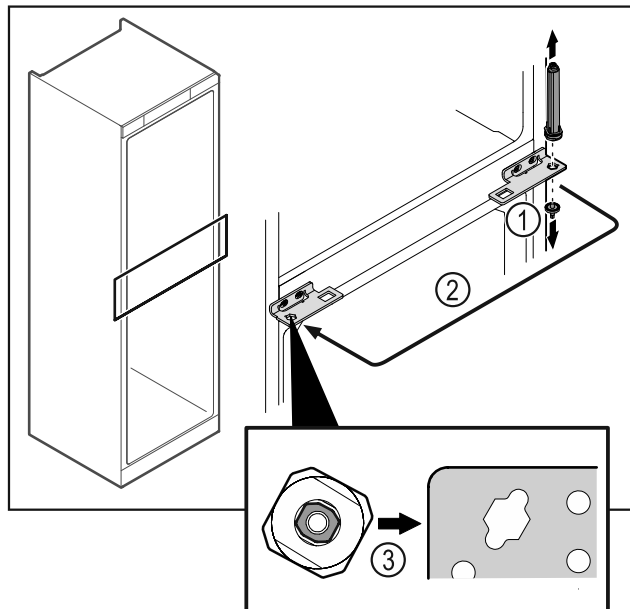

Fig. 44
- Noskrūvējiet eņģes tapu Fig. 44 (1).
- Pārlieciet durvju slēgšanas sistēmu Fig. 44 (2).
- Ievērojiet durvju slēgšanas sistēmas pareizo izvietojumu ievietošanas Fig. 44 (3).